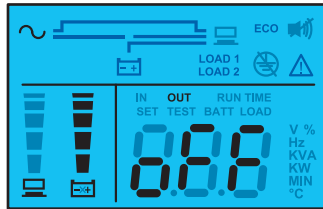

Figure 4-3 : 유틸리티 전원 연결 후 최초 화면 대기 모드
3. UPS가 AC 유틸리티 전원에 연결된 후에는 유틸리티 전원이 UPS에 전력을 공급하게 됩니다. 그 이후에는 (후면 패널의) 팬이 가동되고 모든 LED 및 LCD가 2~3 동안 켜지게 됩니다. 사용자는 LED 및 LCD가 정상 상태인지 확인할 수 있습니다. UPS의 디폴트 설정은 'STANDBY 모드'입니다 (**Figure 4-3** 참조). AC 유틸리티 전원이 UPS에 전력을 공급하기 시작하면 배터리가 충전이 됩니다.